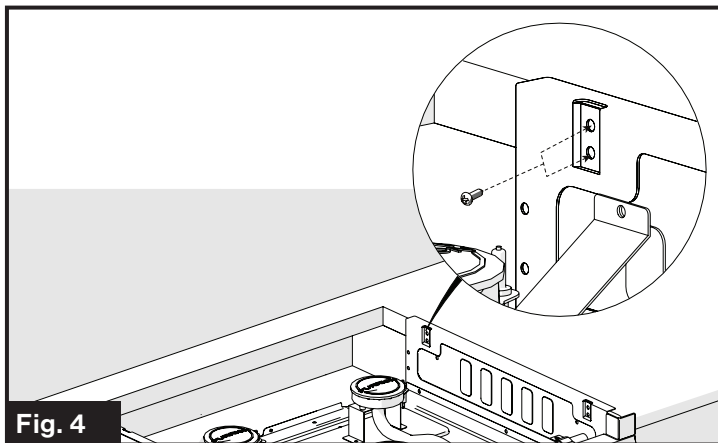

Fig. 4
5. Atornille el anafe en la abertura del armario en el lateral izquierdo y derecho con los cuatro tornillos autorroscantes (2 tornillos en cada lado). (Fig. 4)